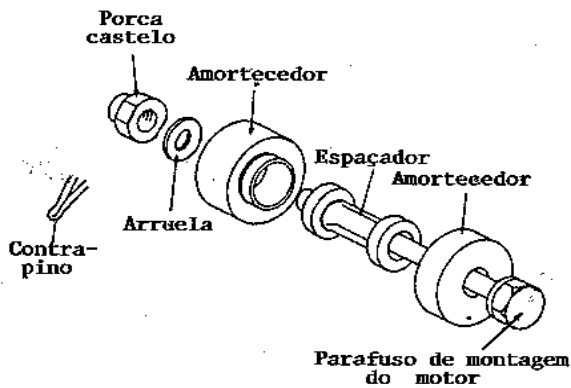

Figura 8-14 Vista explodida da montagem tipo Lord.
- (1) Introduzir os parafusos de fixação do motor em seu berço, e deslizar os amortecedores de borracha (coxins) por dentro dos parafusos, até que sua face plana fique nivelada com o batente do suporte do motor. (veja figura 8-14).